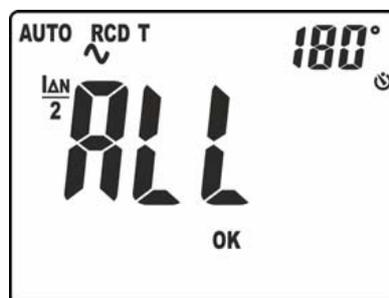

Fig. 34: Ecrã com o resultado final do teste AUTO
16. A indicação “ALL OK” da Fig. 34 indica o resultado final correto do teste.